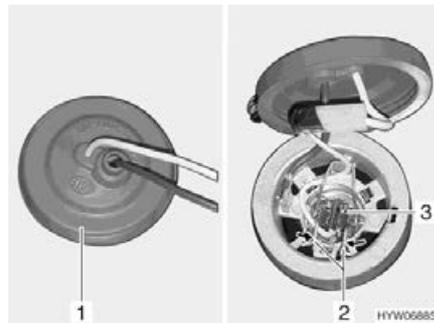

Bild 284 Scheinwerfer (Ansicht von innen)
- Hinter den Scheinwerfer greifen und Gummikappe (Bild 284,1) vom Lampengehäuse ziehen.
- Metallbügel (Bild 284,2) zusammendrücken und aus der Halterung schwenken.
- Glühlampe (Bild 284,3) mit Kabel aus dem Lampengehäuse entnehmen.